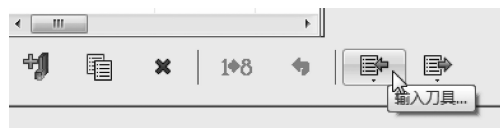
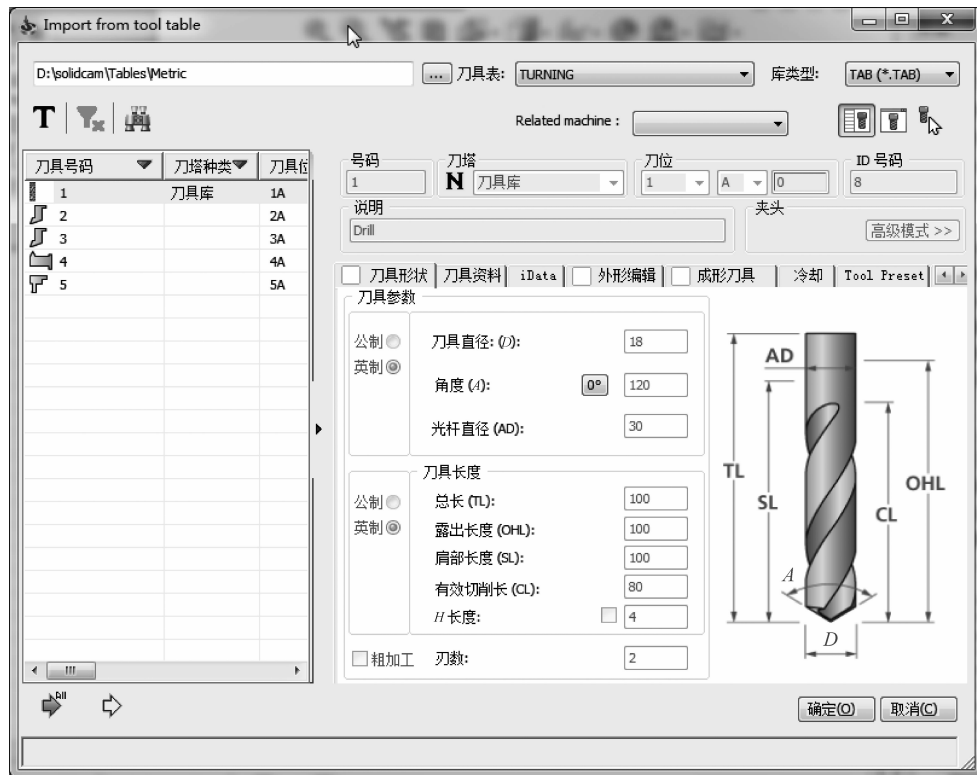

图 3-23 【输入刀具】按钮
图 3-24 Import from tool table 窗口
(2) 单击【输入刀具】按钮,如图 3-23 所示,Import from tool table 窗口自动显示,通过浏览找到...\Tables\Metric 目录,并在【刀具表】编辑框下拉菜单中找到 Turning 文件,系统就会自动将定义的刀具显示在该对话框的刀具清单中,如图 3-24 所示。